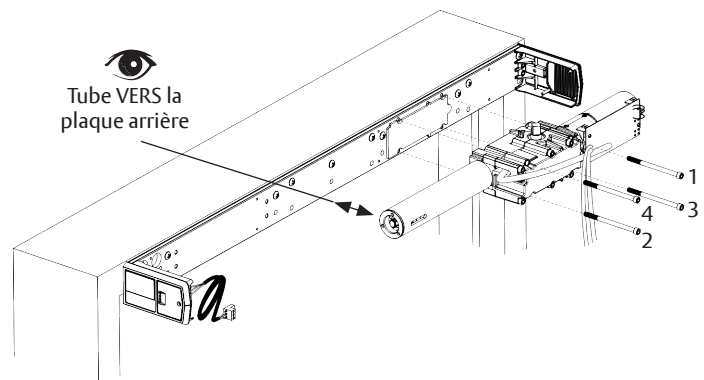

Figure 8
1. Au moyen de quatre (4) vis, installer le boîtier du ferme-porte sur la plaque arrière. (Figure 8)
- Les vis doivent être serrées transversalement jusqu'à ce que les quatre (4) vis soient serrées. (Figure 8)
- Le boîtier du ferme-porte est bien orienté pour l'application CÔTÉ À POUSSER lorsque le tube est VERS la plaque arrière. (Figure 8)